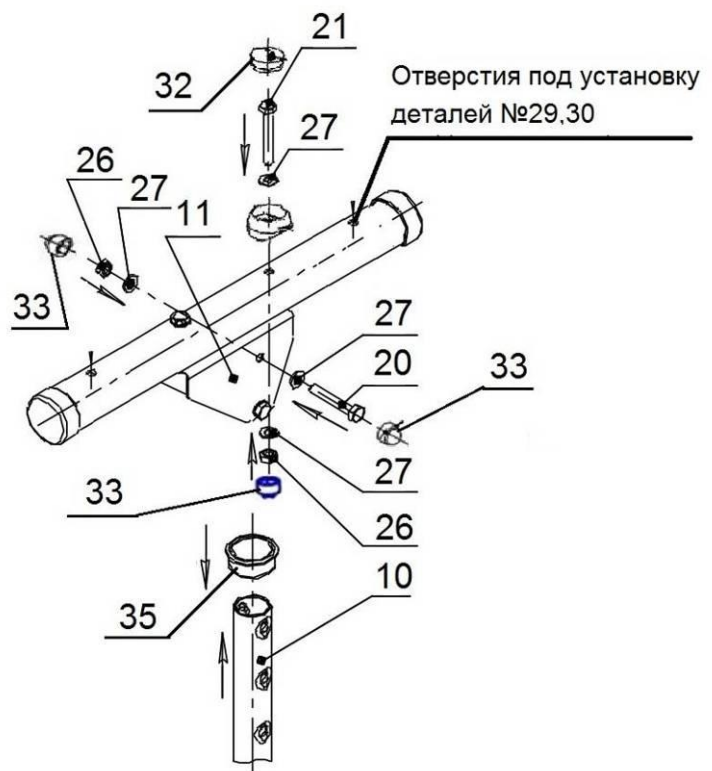

Рисунок 4
3.9. Вставить в верхнюю часть лестницы собранные телескопические стойки и установить Комплекс вертикально. Под болт (поз.24) и на посадочные места на упорных кронштейнах установить 6 опор (поз.29). На упорные кронштейны опоры устанавливаются с использованием переходника (поз.30), места для установки переходников показаны на рис.4.